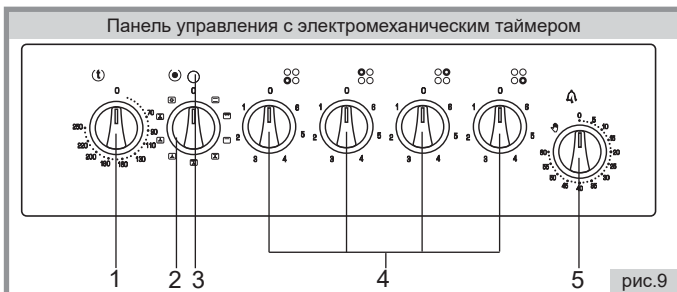

рис.9
■ На рисунке панели управления (рис.9) присутствуют элементы комфортности, которые могут присутствовать на панелях различных моделей плит. Для Вашей плиты перечень элементов комфортности указан в таблице комфортности моделей плит на обложке настоящего руководства.